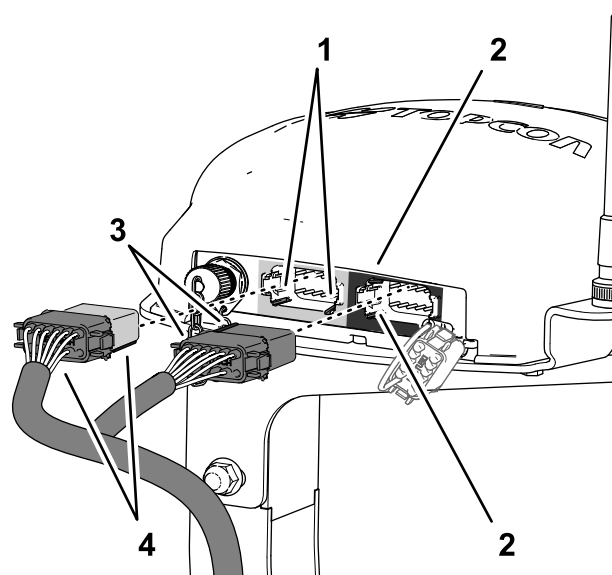

Рисунок 198
3. Совместите два выступа для совмещения на длинной лицевой стороне черно-серого 12-гнездового разъема жгута проводов передачи данных с двумя ответными пазы в нижней горизонтальной стенке левого (серого) 12-штыревого разъема навигационного приемника (Рисунок 198).
4. Соедините черно-серый 12-гнездовой разъем жгута проводов передачи данных с левым (серым) 12-штыревым разъемом навигационного приемника так, чтобы разъемы надежно зафиксировались со щелчком (Рисунок 198).
5. Совместите два выступа для совмещения на короткой стороне черного 12-гнездового разъема жгута проводов передачи данных с двумя ответными пазы в левой вертикальной стенке правого (черного) 12-штыревого разъема навигационного приемника (Рисунок 198).
6. Соедините **чисто черный** 12-гнездовой разъем жгута проводов передачи данных с **левым (черным)** 12-штыревым разъемом навигационного приемника так, чтобы разъемы надежно зафиксировались со щелчком (Рисунок 198).